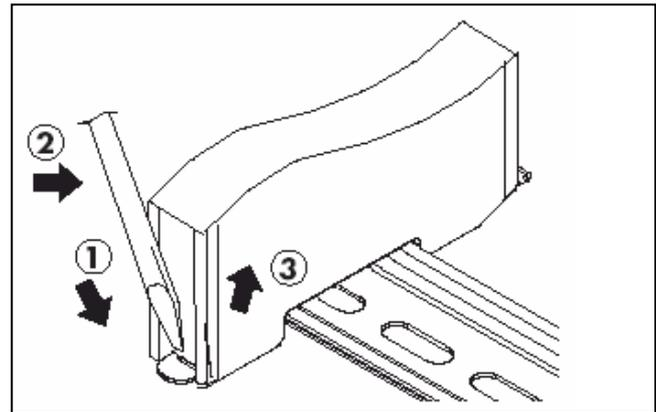

Abb. 7: Entfernen einer Barriere von einer DIN Hut-Schiene
- Um eine Barriere zu entfernen (Abb. 7), verwenden Sie eine Schraubendreherklinge (Breite 4 – 5 mm, Dreherlänge mindestens 60 mm), um die Metallklammer am unteren Teil der Seite zum „Sicheren Bereich“ nach außen zu drücken, bis die Barriere frei ist und leicht entfernt werden kann. Durch Entriegeln der Seite zum „Ex-Bereich“ kann sie entnommen werden.